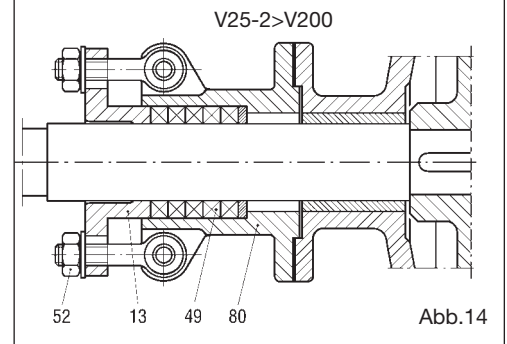

Abb.14
- Die Abdeckung (80.6) abschrauben und die Stopfbüchse (80) befreien.
- Die Packungsringe (49) unter Anwendung eines Abziehers für Packungen oder eines Schraubenziehers entfernen und ersetzen, nachdem der Sitz sorgfältig gereinigt worden ist. Die neue Packung montieren, die als vollständige Konfektion geliefert wird. Falls eine zu konfektionierende Packung verwendet wird, mit Bezug auf die Achse der Packung mit einem 45°-Schnitt auf das Außenmaß der Welle schneiden.
11.7 Entfernung der Packungsdichtung Pumpen aus Guss von V25-2 bis V200 und Pumpen aus Stahl von V6 bis V25 (Abb. 14)
- Die Muttern und die Schrauben (52) lösen und die Stopfbüchse (13) befreien.